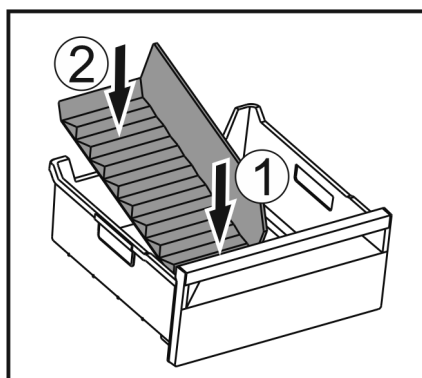

Fig. 139
- Vložte přední část přepážky přihrádky na led. Fig. 139 (1)
- Zadní část přepážky přihrádky na led spusťte až na dno zásuvky. Fig. 139 (2)